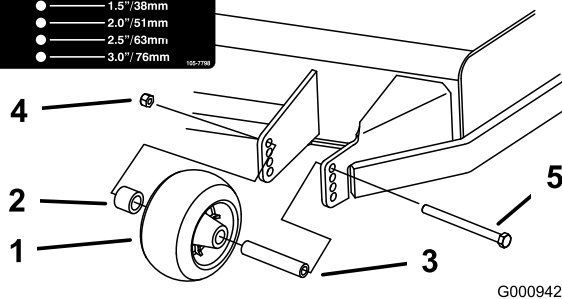
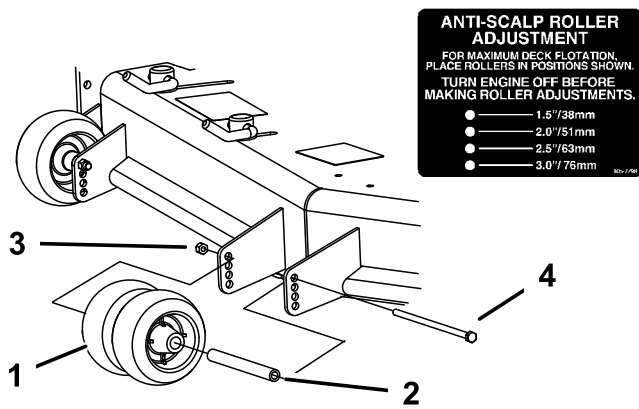
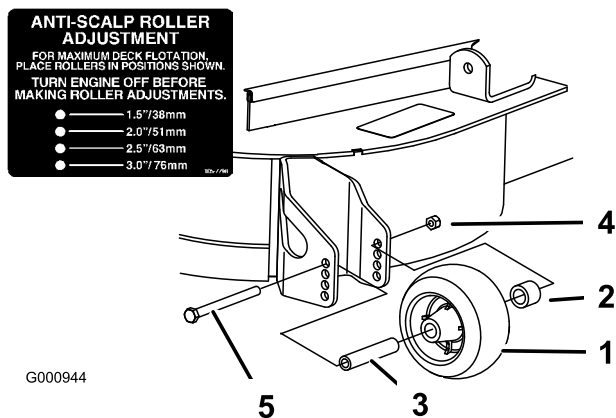

Figure 17
Figure 18
Figure 19
3. Après avoir réglé la hauteur de coupe, réglez les galets en retirant l'écrou à collerette, la bague, l'entretoise et le boulon (Figure 17, Figure 18 et Figure 19).
**Remarque:** Les deux galets centraux ne sont pas munis d'entretoise (Figure 18).
5. Posez l'écrou à embase, la bague, l'entretoise et le boulon. Serrez à 54-61 Nm (Figure 17, Figure 18 et Figure 19).